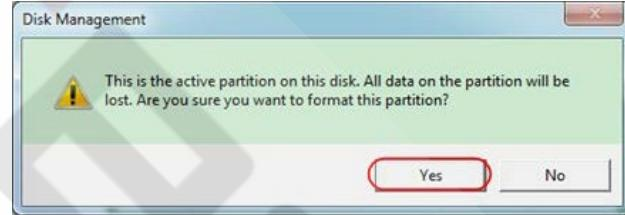

Рисунок 4.3. Диалоговое окно подтверждения команды на форматирование USB-накопителя
- 4) Щелкните правой кнопкой мыши по области, отмеченной красной меткой 1 или 2 и выберите команду «Форматировать» (Format). В открывшемся диалоговом окне щелкните по кнопке «Да» (Yes) (рисунок 4.3).